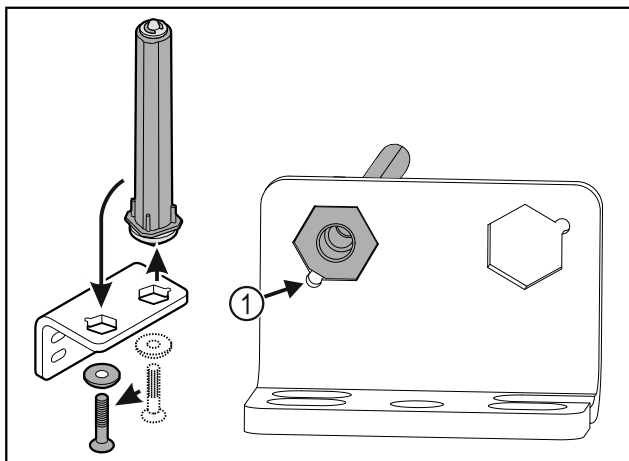

Fig. 33
- ▶ Se till att bultens fasning Fig. 33 (1) är vänd mot det runda hålet vid isättningen.